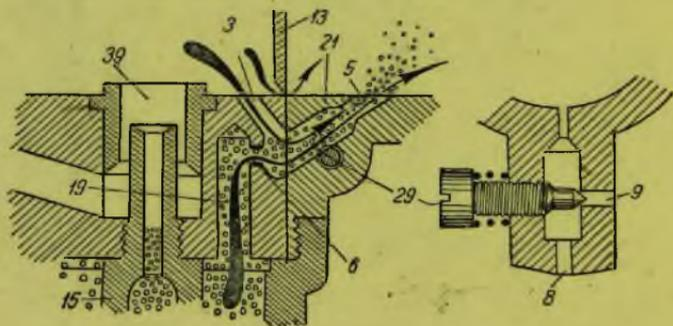

Рис. 90. Система сверлений холостого хода
**Режим пуска и малых оборотов.** Дроссельная заслонка открыта не больше чем на  $\frac{1}{8}$  часть своего хода (рис. 90 и 92).